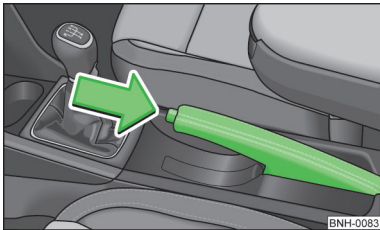

Abb. 89
- » Den Handbremshebel etwas hochziehen **und gleichzeitig** den Sperrknopf » Abb. 89 hineindrücken.